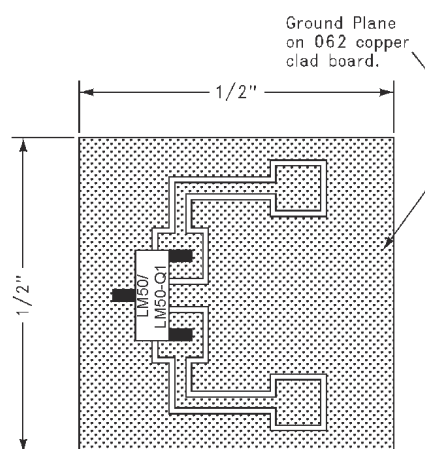

図 8-14. 熱応答曲線生成のヒートシンクに使用するプリント基板 LM50 (Legacy Chip)
(1) 30 ゲージのワイヤにはんだ付けされた部品。
(2) 使用したヒートシンクは、図 8-14 に示すように、部品に 2 オンスのホイルを採用した 0.5 インチの正方形プリント基板です。